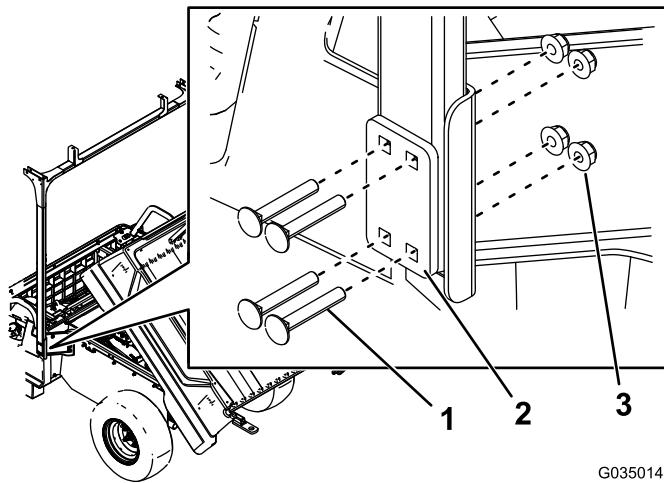

Figura 7
6. Instale sem apertar as tubagens traseiras nos suportes com volta traseiros utilizando 8 parafusos de carroceria (2"), 2 placas de montagem e 8 porcas (5/16"), como se mostra na Figura 7.